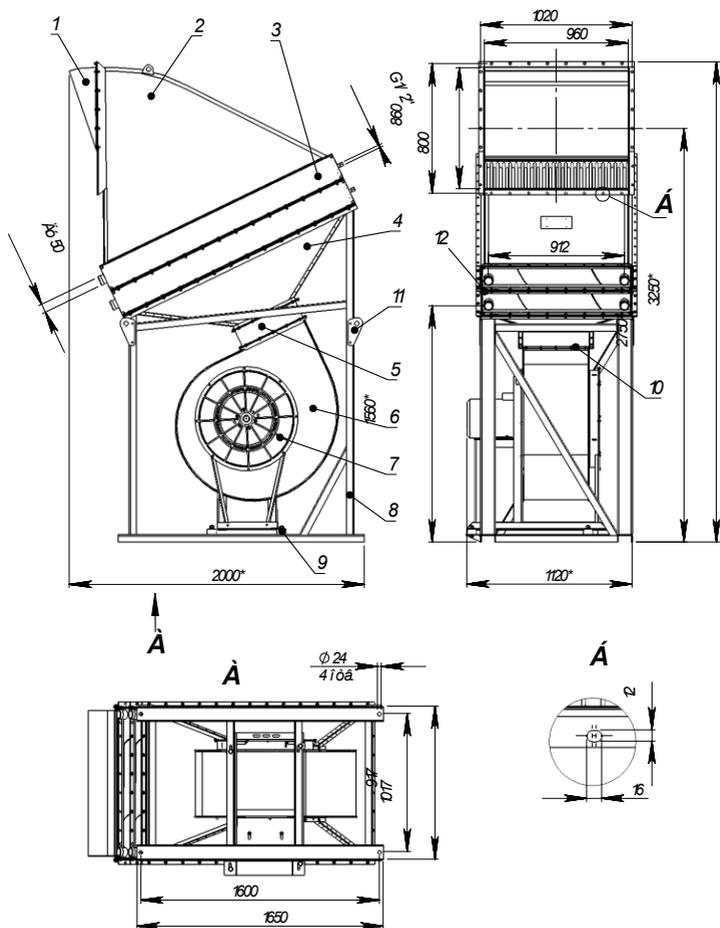

Рисунок 1
- 5.12 Составные части агрегата имеют кронштейны для строповки при подъеме и перемещении. Перемещение агрегата в сборном виде осуществляется с помощью кронштейнов поз.11 рисунок 1, четырехветвевым стропом.